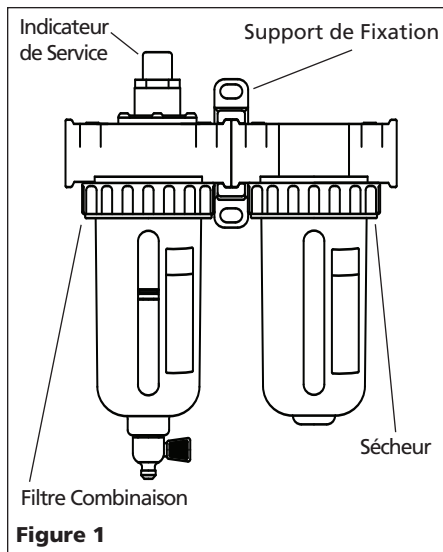

Figure 1
4. Remplacement du filtre combinaison - L'indicateur d'entretien sur le filtre combinaison (illustré dans la Figure 1) indique quand l'élément du filtre doit être remplacé. Quand l'indicateur s'enclenche, il faut remplacer l'élément du filtre. Utilisez la cartouche filtrante de rechange PA208703AV.